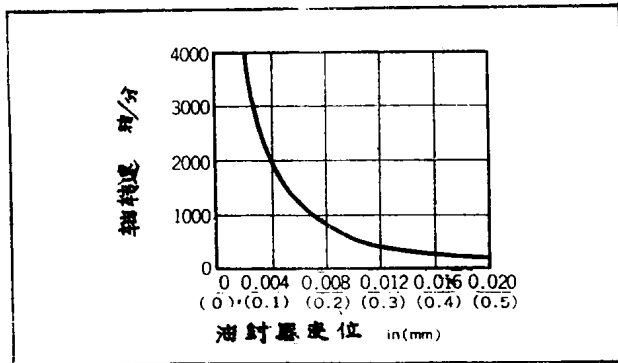

图8 标准密封件安装偏心与动偏心总和的最大允许值。安装偏心是轴中心和孔中心的偏位。动偏心是测量时指针读数的值
1. 轴转速、装配精度、动偏心对油封的寿命有很大的影响。油封唇口的变位界限根据温度、压力、油封材质的不同而不同。轴的加工精度、装配精度、动偏心、端面跳动公差等，随着速度的增加，要求越来越严格(图8)。